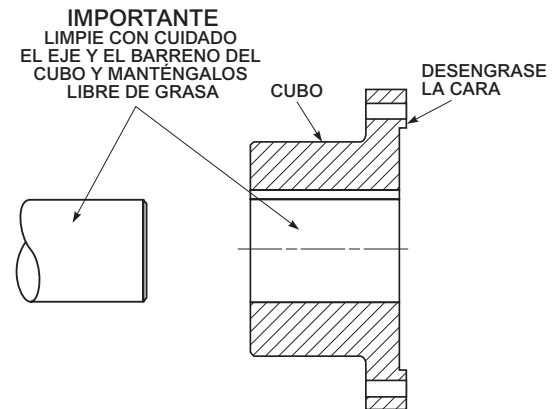

Figura 2
1. Limpie a fondo, desengrase y seque las caras de montaje de la brida del cubo del acoplamiento, el accionamiento y los ejes impulsados. Limpie con un solvente no inflamable. Vea la Figura 2.